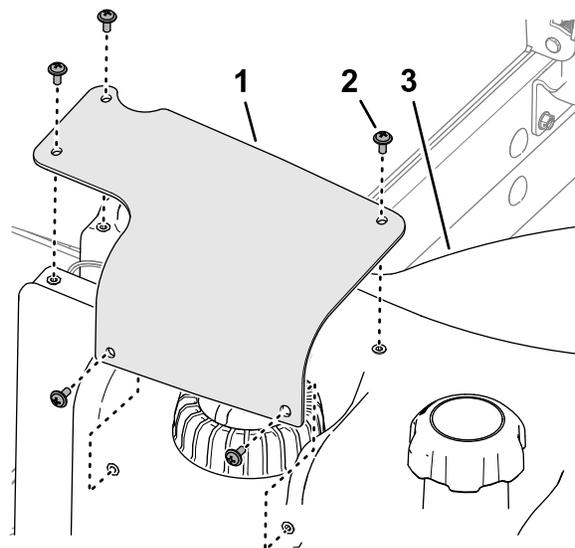

Рисунок 86
2. Отверните 5 винтов с крестообразным шлицем, которые крепят кожух датчика уровня топлива к топливному баку, и снимите кожух (Рисунок 86).